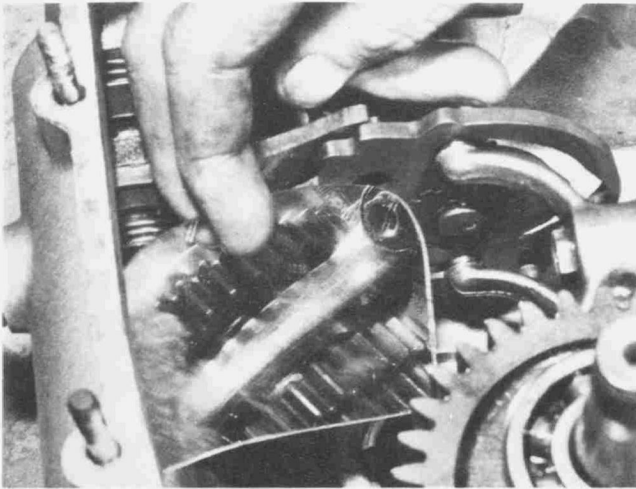

Bild 157
- Jetzt in den Leerlauf schalten. Mit einem Spiegel kontrollieren, ob die Schieberäder in der Mitte zwischen den Gangrädern liegen. Erforderlichenfalls durch Drehen des Einstell-Exzenter einstellen (Bild 157).